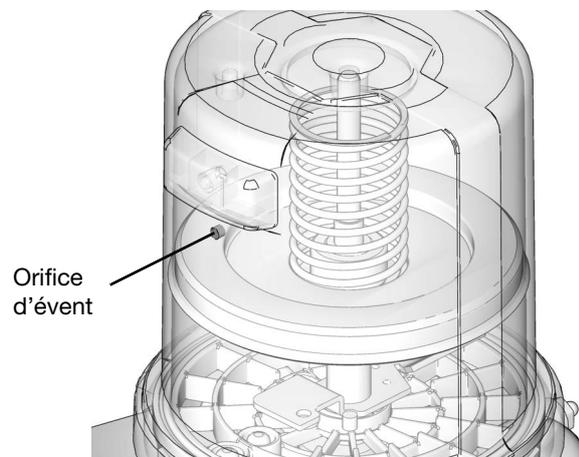

FIG. 16
3. Remplir le réservoir de graisse jusqu'à ce que le joint du plateau suiveur perce l'orifice d'évent (FIG. 16) et que la majorité de l'air soit expulsée du réservoir.